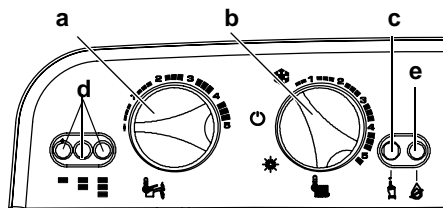
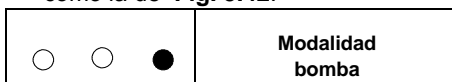

Fig. 5.41 Tablero de mandos
Fig. 5.42 Modalidad bomba
- 1 Antes de alimentar eléctricamente la caldera coloque la manivela **b** como se indica en la Fig. 5.41
- 3 Pulsar el botón de restablecimiento **c**, Fig. 5.41 de forma repetida (3 veces) hasta que los indicadores luminosos de señalación **d** muestren una secuencia como la de Fig. 5.42.